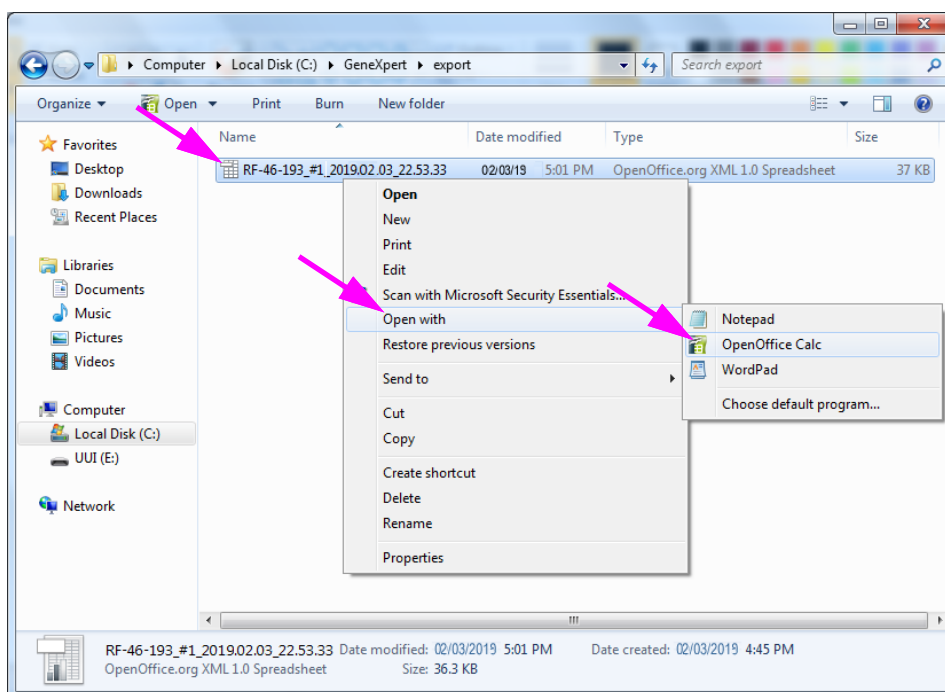

Figura 5-63. Apertura di un file .csv per configurare AOO (esempio)
2. Viene visualizzata la schermata Text Import (Importazione testo). In questa schermata, verificare che siano state selezionate le caselle di controllo a sinistra dei campi **Comma (Virgola)** e **Quoted field as text (Campo tra virgolette come testo)**. Vedere la Figura 5-63.